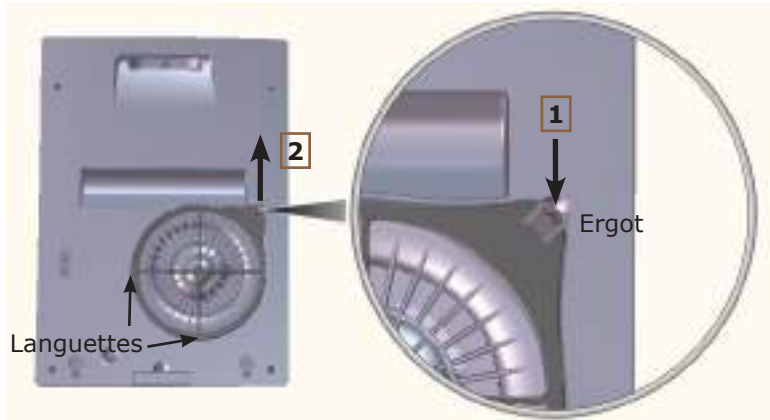

Fig. 8 : Ergot du filtre
Pour sortir le filtre, appuyer sur l'ergot cf Fig. 8 (1) et le tirer vers soi.
Déboîter les 2 languettes en tirant le filtre vers la droite ou vers le haut, cf (2) Fig. 8.
- Presser sur l'ergot du filtre (Fig. 8).